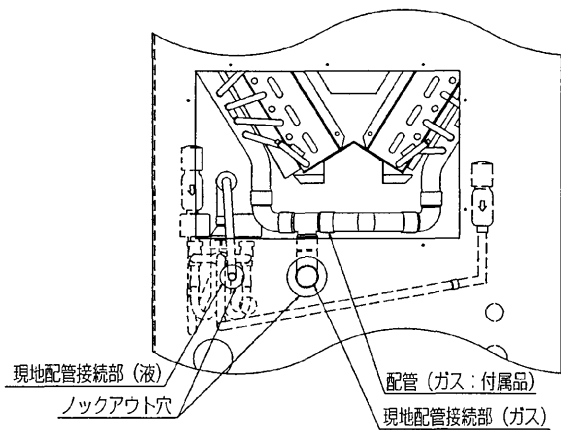

図3
- (1) ファンプーリーと電動機プーリーの平行度は、図3・表2の内容を満足するようにセットしてください。
- (2) ベルトの一本当りの張力はたわみ量Lの値を右式にて計算し、
(図3) プーリーの平行度
- (6)図3・図4に示す通り付属配管、現地配管を左側面サービス点検口および、前面からロウ付接続を行ってください。
現地配管接続部 図4 → 付属配管接続部 図3